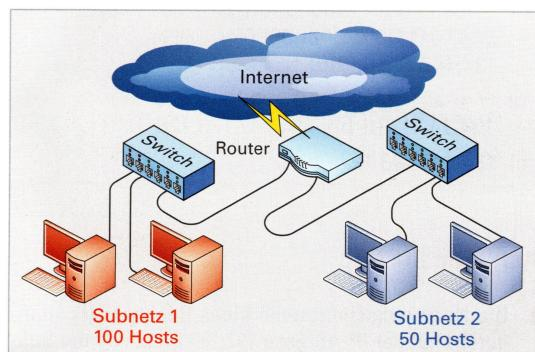

Bild 2: Firmennetzwerk
4. Das Netzwerk eines Unternehmens soll in zwei Subnetze aufgeteilt werden (**Bild 2**). Für das gesamte Firmennetz steht die Netzwerkadresse 134.212.32.0/19 zur Verfügung. Bestimmen Sie nach RFC 1878 die Subnetze und geben Sie die Subnetzadressen, die Subnetzmasken und die Hostadressbereiche an.